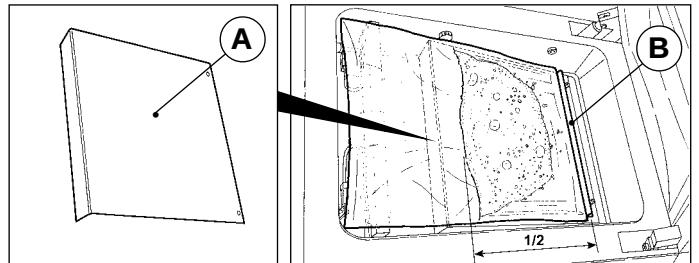

Abb. 1
- 2) Nehmen Sie alle Einlegeplatten ab und setzen Sie das Einlegeblech (A) mit der hohen Seite zur Schweißleiste in die Kammer ein. Regeln Sie die Schiebesicherung (B) auf die Beutellänge ein.
- 3) Führen Sie den Beutel mit der zu verpackenden Flüssigkeit in die Saugvorrichtung ein, wobei Sie den Beutel nur halb füllen sollten (1/2) (Abb. 1). Legen Sie ihn mittig auf die Schweißleiste, so dass die freie Beutelkante ca. 20 mm über die Schweißleiste vorsteht.